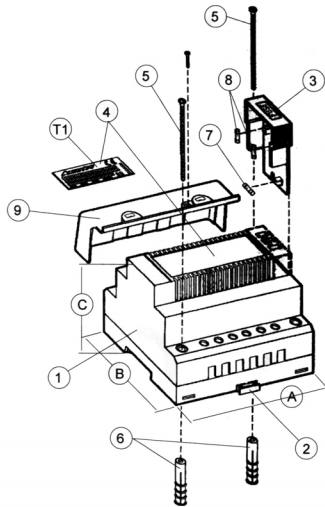

Fig. 1
Pour fixer le TBD2 au mur, utilisez les vis (5) et les chevilles (6) et procédez en suivant la figure 1.
Dimensions : .....(se référer à la fig. 1)